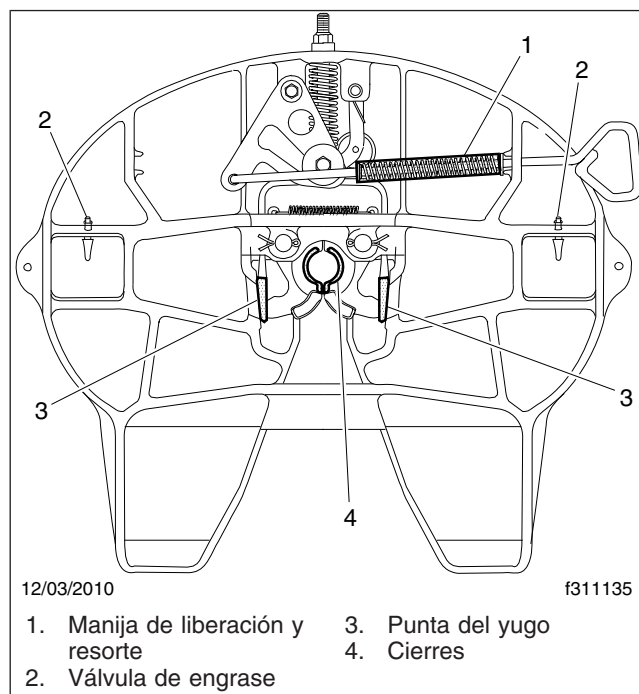

Figura 8, Lubricación con grasa de la quinta rueda Holland FW35
- Lubrique los extremos del yugo, los cierres, y la manija y el resorte de liberación: vea la **Figura 8**. Engrase los soportes de montaje a través de las válvulas de engrase. Se recomienda una grasa clasificada para "temperaturas bajas" de -30°F (-34°C) o más bajas, como Cato Oil and Grease #5213, Craftsman Chemical Co. #LTF 2, Mystic LP-200, o una equivalente.